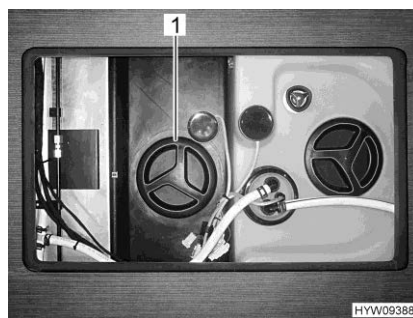

Fig. 209 Apertura per la pulizia (serbatoio delle acque grigie)
- A questo scopo aprire l'apertura per la pulizia (Fig. 209,1) per il serbatoio delle acque grigie e il rubinetto di scarico.